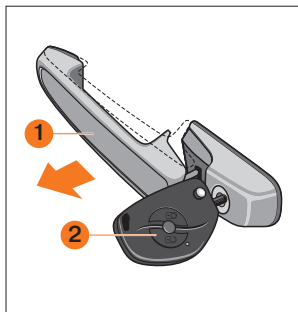
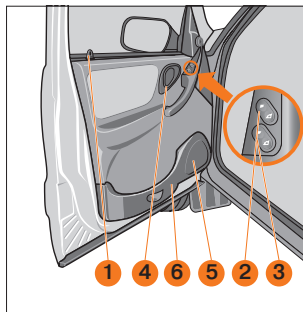

Рис. 7. Открывание дверей
Рис. 8. Передняя дверь
Двери открываются: снаружи – за ручку **1** (рис. 7) в направлении стрелки, а изнутри – поворотом на себя рукоятки **4** (рис. 8). Если замок заблокирован, то ручка и рукоятка имеют свободный ход.
**Передние двери** блокируются: снаружи – ключом **2** (рис. 7); изнутри – нажатием на кнопку **1** (рис. 8); или нажатием на кнопку на ключе с ПДУ.
Нажав на вогнутую или выпуклую часть клавиши **2** (рис. 8) переключателя стеклоподъемника, расположенного на обивке двери, можно опустить или поднять стекло на нужную величину. После прекращения нажатия клавиша автоматически устанавливается в среднем положении и стекло останавливается в любой выбранной Вами позиции. Дополнительная клавиша **3** (рис. 8) на двери водителя управляет электроприводом стеклоподъемника правой передней двери. Клавиши подсвечиваются, если включено наружное освещение.
В передней части кармана **6** (рис. 8), предназначенного для размещения мелких предметов, под облицовкой **5** предусмотрено место для установки акустических устройств радиоприемной аппаратуры.